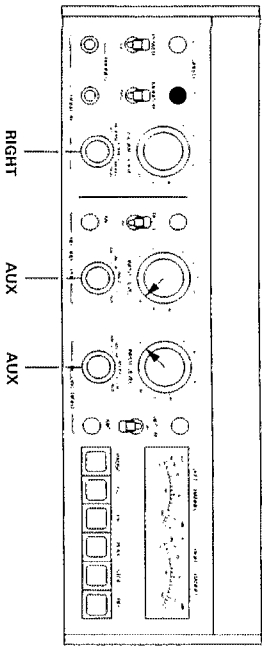

Fig. 6.5.-6
- Bedienungselemente nach Fig. 6.5.-6 anstellen.